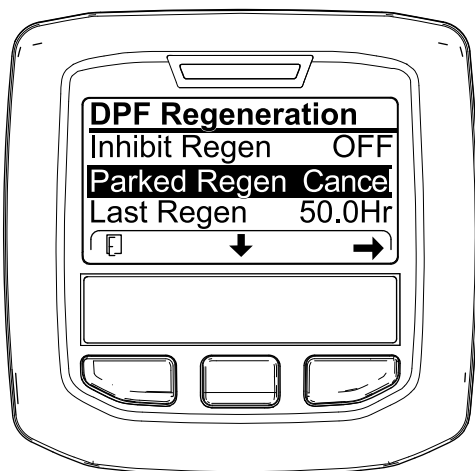
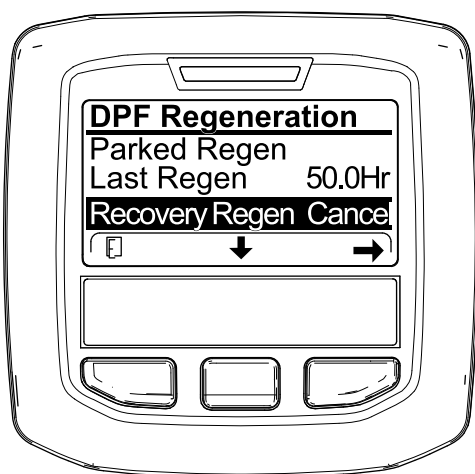

Рисунок 65
Рисунок 66
1. Перейдите к меню регенерации DPF (Рисунок 65).
2. Нажмите среднюю кнопку, чтобы перейти вниз к опции PARKED REGEN CANCEL (ОТМЕНА СТАЦИОНАРНОЙ РЕГЕНЕРАЦИИ) (Рисунок 65) или к опции RECOVERY REGEN CANCEL (ОТМЕНА ВОССТАНОВИТЕЛЬНОЙ РЕГЕНЕРАЦИИ) (Рисунок 66).
3. Нажмите правую кнопку для выбора опции Regen Cancel (Отмена регенерации) (Рисунок 65 или Рисунок 66).